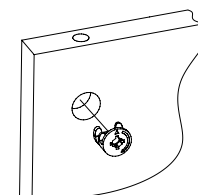

Рис.2
2. Вставьте головки минификсов в детали 6, 7, 8, 10, 11, 12, 13 (Рис. 2).